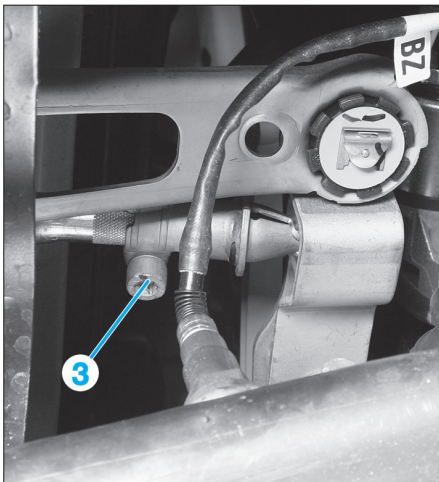

Fig. 8
- Desserrer la vis de serrage (3) de la tringle de commande des vitesses sur le renvoi de la boîte, sans la retirer (Fig.8).